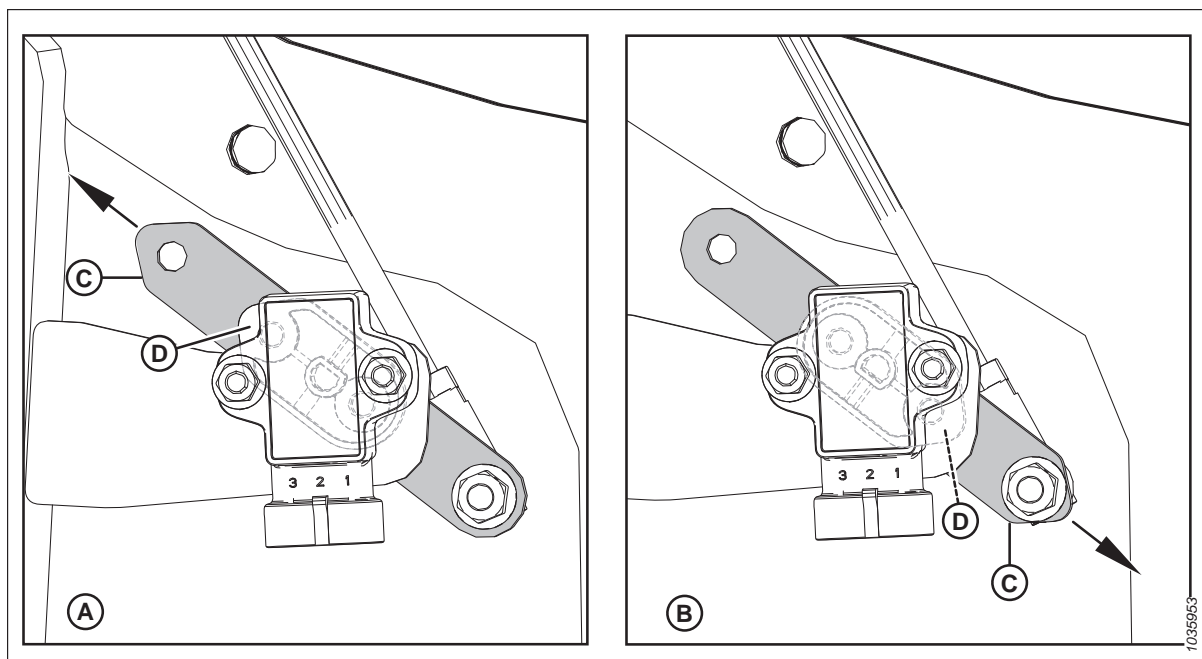

Figura 3.325: Configuraciones de brazo/puntero del sensor
- Asegúrese de que el brazo sensor (C) y el puntero (D) estén configurados correctamente para la plataforma. Para obtener instrucciones, consulte la Figura 3.325, página 232.